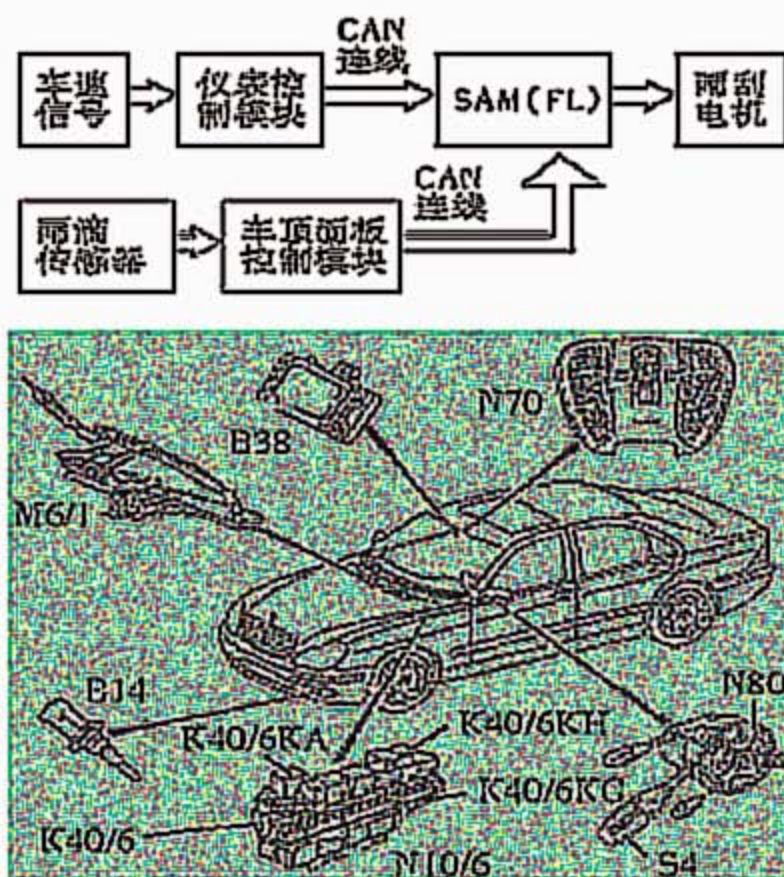

图1 雨刮器控制系统及相关元件位置示意图
- 1). 该款车的雨刮器控制完全改变由开关信号控制继电器模式,是由控制单元之间的CAN-BUS网络信号传输综合控制(图1)。